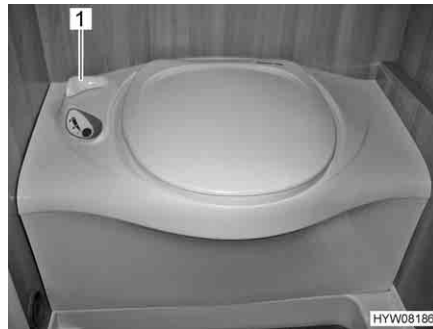

Fig. 226 Toilettes Thetford
- Avant d'actionner la chasse d'eau, ouvrir le curseur des toilettes Thetford. Tourner pour cela le levier du curseur (Fig. 226,1) dans le sens inverse des aiguilles d'une montre.
- Après avoir actionné la chasse d'eau, fermer le curseur. Tourner le levier du curseur (Fig. 226,1) dans le sens des aiguilles d'une montre.